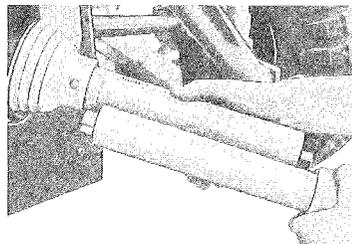
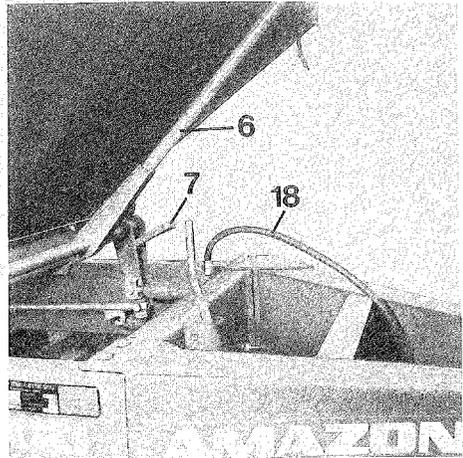
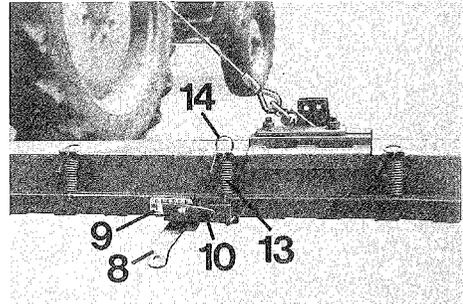

Fig. 1
Fig. 3
Fig. 4
1. Le débit d'épandage est réglé à l'aide de deux tôles perforées (fig. 1 et 2) sur réglage ont été obtenues avec la dimension la plus forte (fig. 3) de l'axe coudé. Les valeurs intermédiaires sont obtenues en utilisant la dimension la plus faible (fig. 4) de l'axe coudé.
(env. 2 mm). La grandeur de l'orifice peut être réglée en déplaçant les tôles perforées (fig. 1 et 2). Pour ce faire, desserrer les vis (fig. 5).
2. Laisser la rampe d'épandage en position de transport et fermer les glissières (repère 8, figure 4).